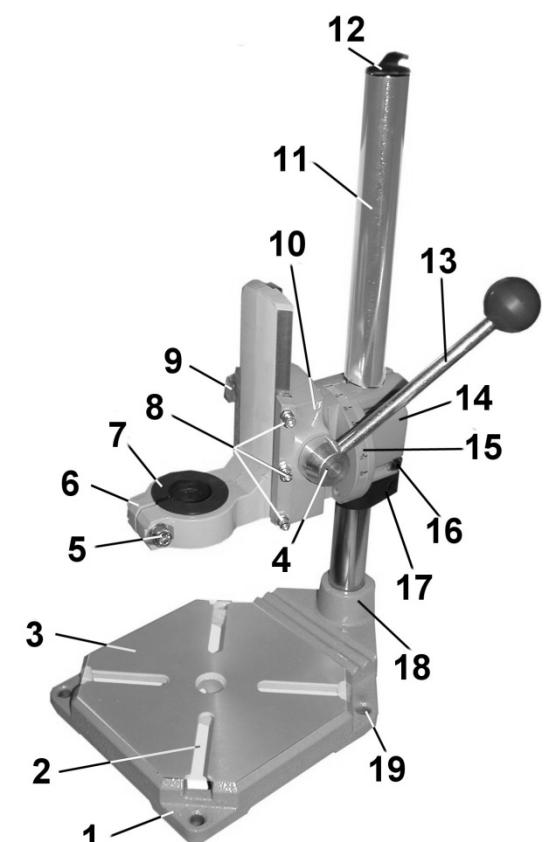

Рис. 2
4. СБОРКА СТОЙКИ ДЛЯ ДРЕЛИ (Рис. 2, 3)
- 4.3. Выкрутите на 3-4 оборота два винта (22). Установите колонну (11) с кронштейном (14) в посадочное отверстие (18) основания (1), Рис. 2,3.
- 4.6. Как показано на рис. 2, установите держатель (12) электрического провода (21).
5. УКАЗАНИЯ ПО РАБОТЕ (Рис. 2;3)